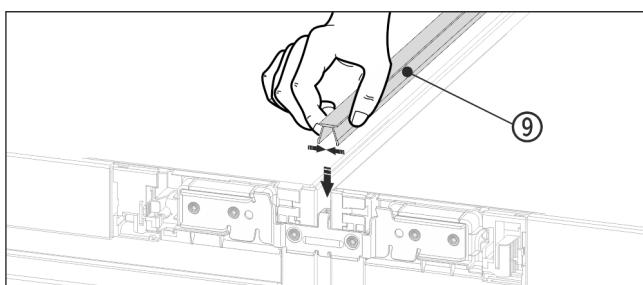

*Fig. 18 Примерное отображение*
- ▶ Повторно надвиньте угол Fig. 18 (8) выемками над креплением для пристенных распорок.
- ▶ Прикрутите 2 винтами Fig. 18 (5).